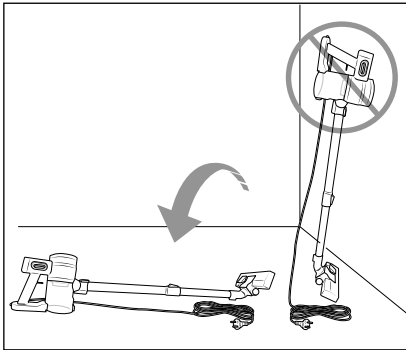

Fig. 4
- N'essayez pas de déposer l'aspirateur à la verticale si vous voulez le poser de temps en temps ou ne plus l'avoir en main. Placez pour cela l'aspirateur dans le support mural **10** ou déposez-le sur le sol (voir fig. 4 et 5). L'aspirateur risque sinon de basculer à cause de son centre de gravité haut et d'être endommagé et, dans certaines circonstances, d'endommager d'autres objets en se renversant.